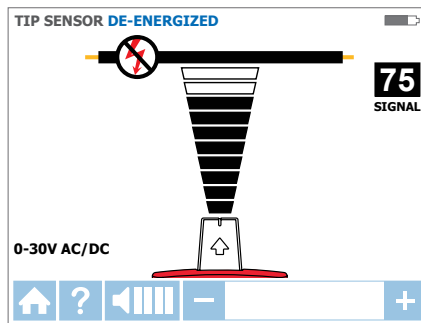

Figura 3.2c
2. Seleccione el modo TIP SENSOR (SENSOR DE PUNTA) desenergizado con las flechas direccionales para resaltar este modo de funcionamiento y presione el botón amarillo "ENTER" (INTRO). La pantalla aparecerá como se muestra en la Figura 3.2c.